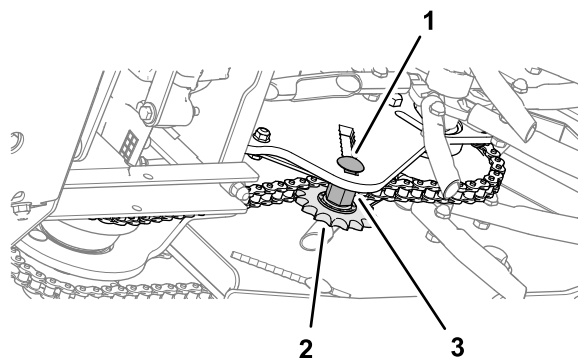

Figure 62
4. Pour régler la tension des chaînes, desserrez le boulon du tendeur et l'entretoise filetée, et appuyez sur le pignon pour tendre la chaîne (Figure 62).